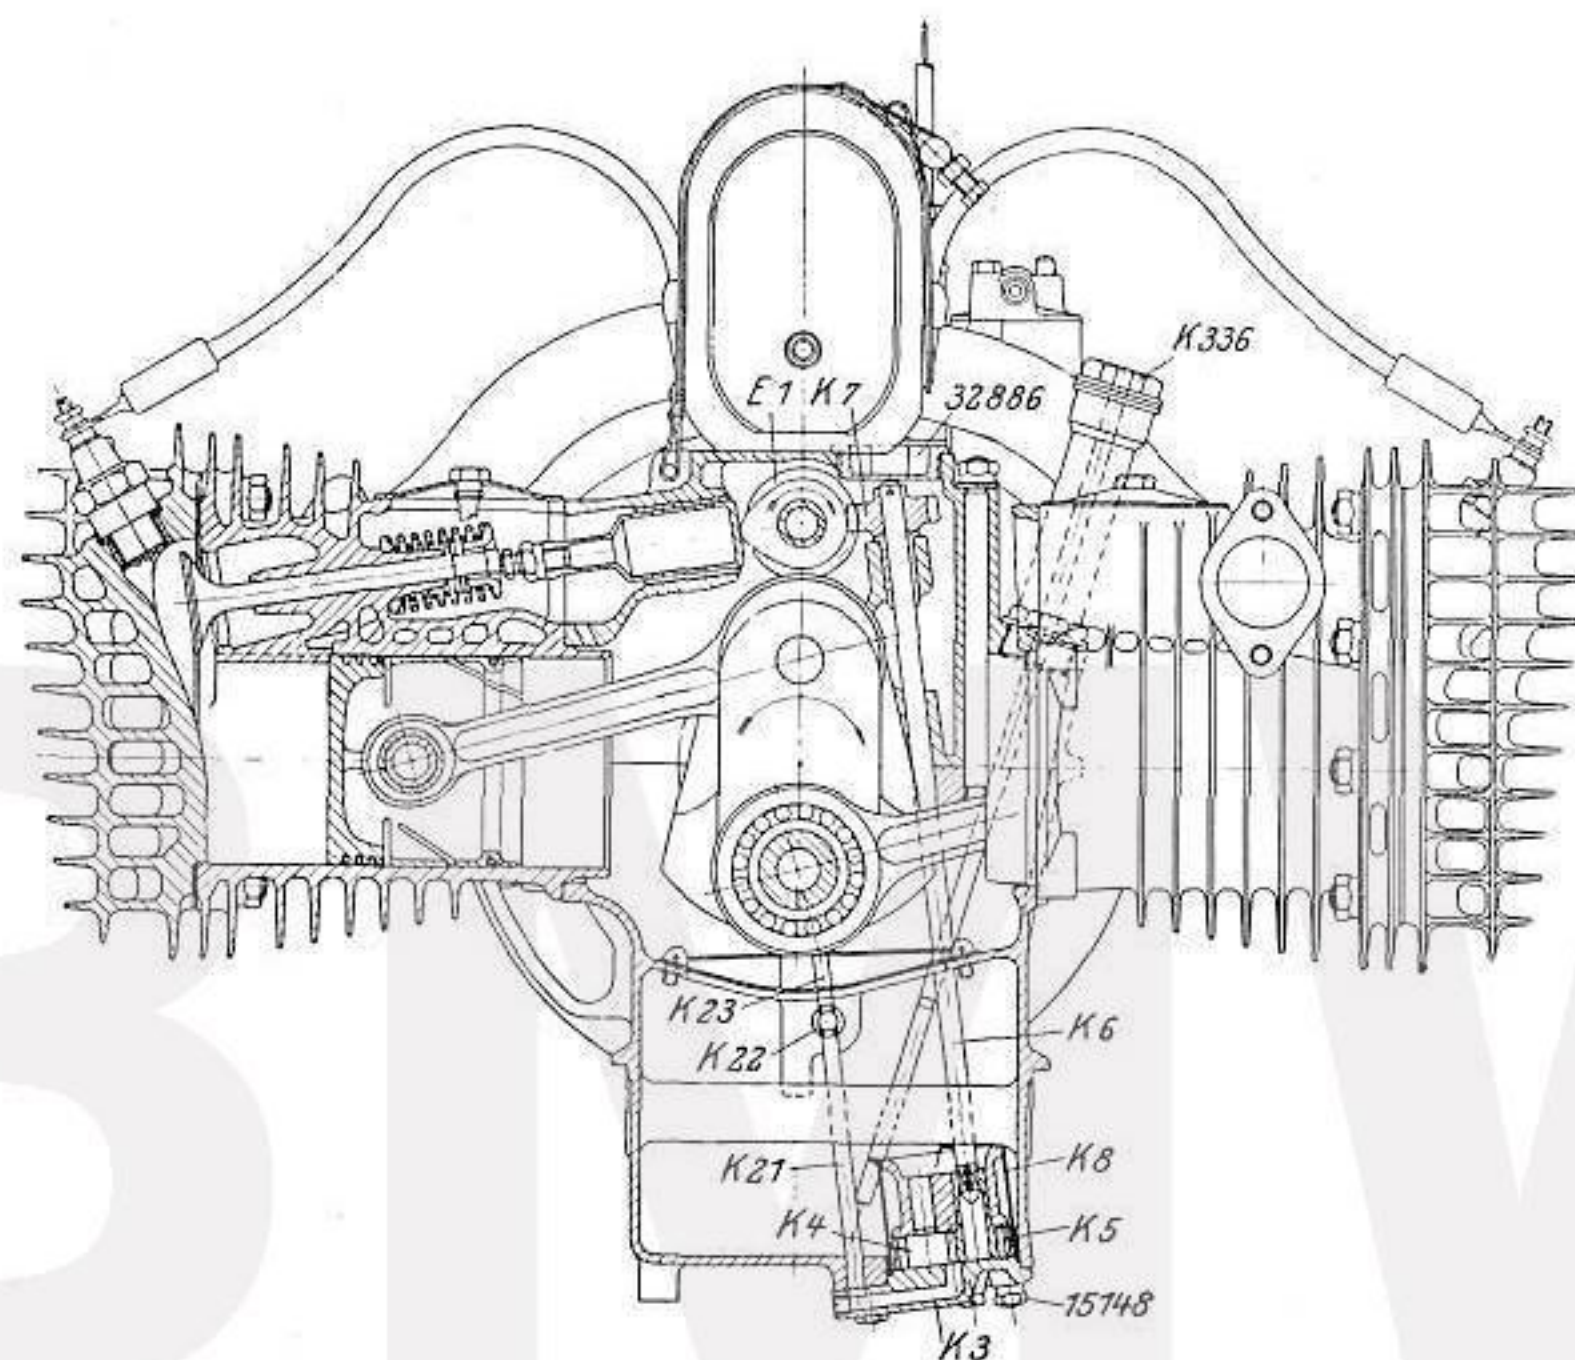

Abb. 10.
9. Schmierung und Ölkontrolle: Die Schmierung erfolgt unter hohem Druck vollkommen selbsttätig wie bei einem neuzeitlichen Kraftwagenmotor, sodaß ausreichende Ölversorgung auch bei höchster Beanspruchung sichergestellt ist. Eine im Motorgehäuse unterteil eingebaute Zahnradpumpe (Abb. 10) saugt durch einen Seihler K 8 das Öl durch die Tätigkeit der beiden Zahnräder K 5 und K 4 an, von denen das erstere mittels einer Welle K 6 und Schneckenrad K 7 von der auf der Steuerwelle E 1 sitzenden Schnecke angetrieben wird. Das Öl wird durch eine Bohrung im Deckel K 3 in das Steigrohr K 21 gedrückt und gelangt in das Ölverteilungsrohr K 22 und von hieraus durch die senkrechten Ölrohre K 23 und die kalibrierten Öldüsen K 24, zu den Kurbelwellenlagern. Durch die hohlgebohrten Zapfen wird das Öl mittels Ölkanälen sämtlichen Lagerstellen zugeführt. Die Schmierung der Kolben und Kolbenbolzen erfolgt durch das von der Kurbelwelle gegen die Zylinderwandungen geschleuderte Öl.